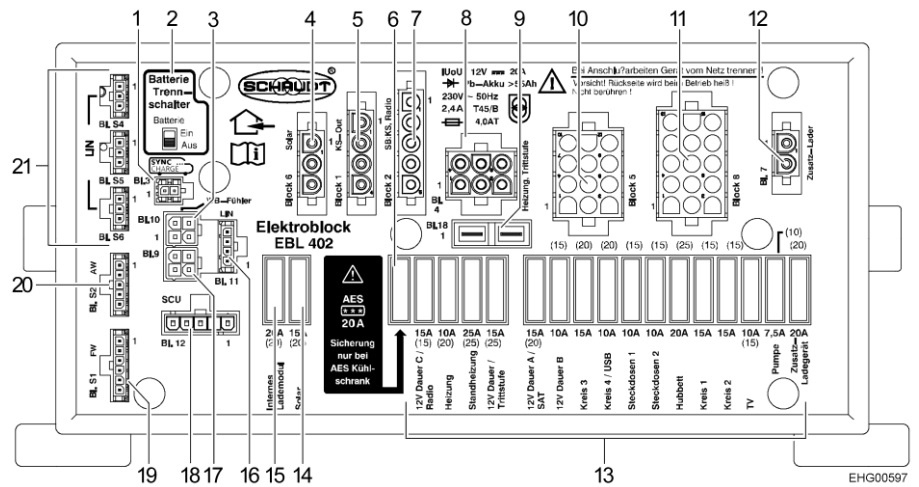

Fig. 145 Bloc électrique (EBL 402)
- Pousser l'interrupteur-séparateur de batterie (Fig. 145,2) sur le bloc électrique EBL 402 sur la position "Aus" (arrêt).
- Pousser l'interrupteur-séparateur de batterie (Fig. 145,2) sur le bloc électrique EBL 402 sur la position "Ein" (marche).